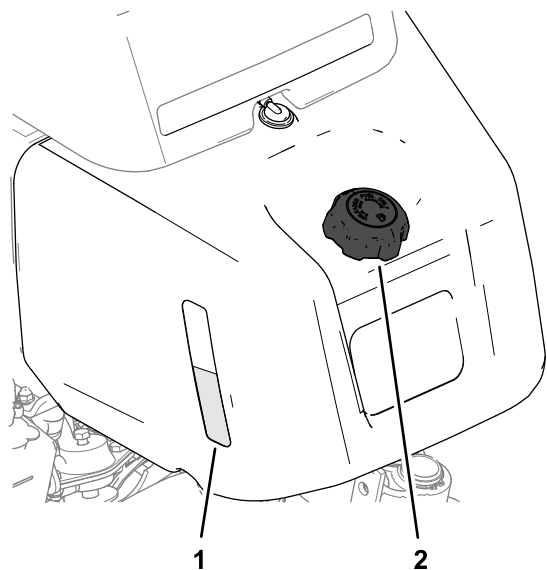
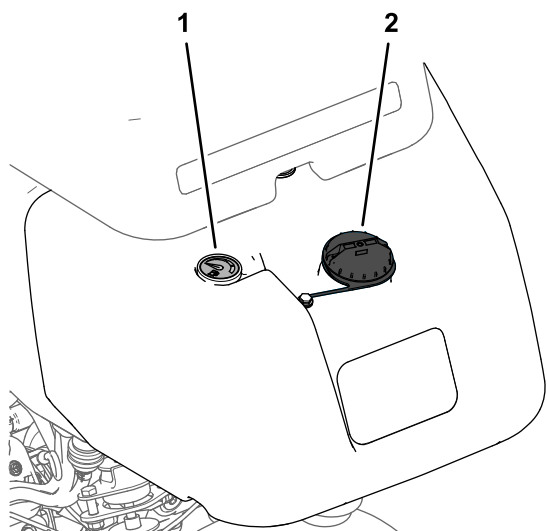

图21
图22
1. 清理燃油箱盖附近的区域，然后将其卸下（图22 或图21）。